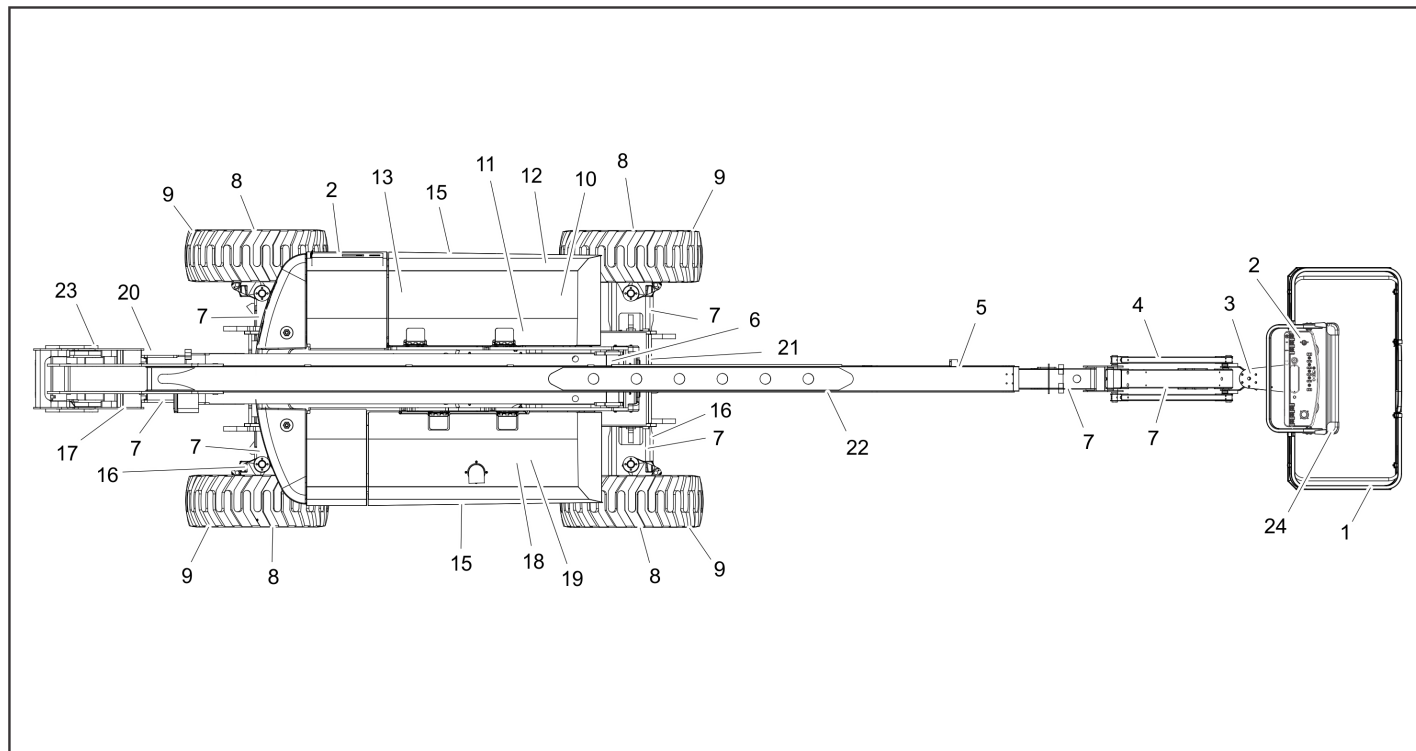

Figura 2-2. Inspección visual diaria (hoja 1 de 3)
5. **“Inspección visual”** — Consultar la Figura 2-2. y la Figura 2-3.